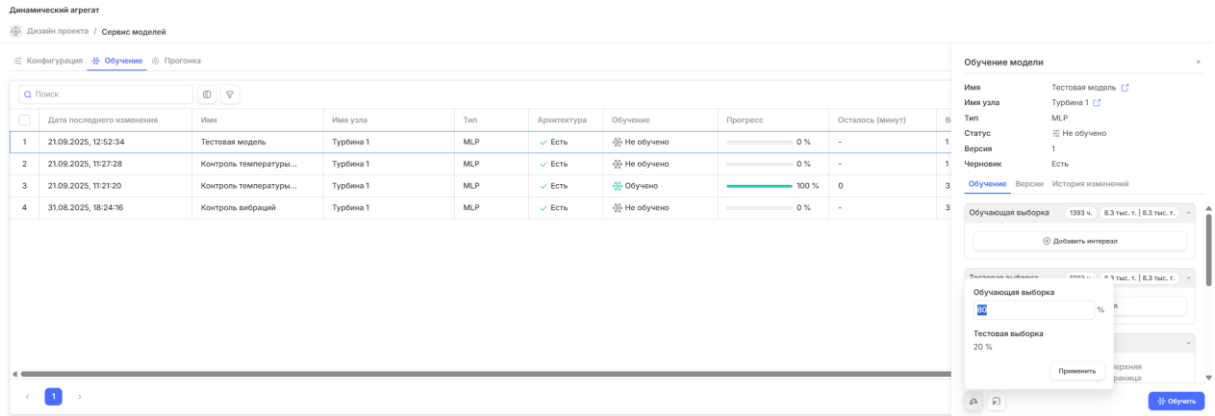

Рисунок 152. Задание автоматического разбиения через боковую панель
- через боковую панель «Обучение модели»: в нижней части найдите иконку «Выборка данных» (весы), при нажатии откроется мини-меню для ввода процента данных для обучения (Рисунок 152);